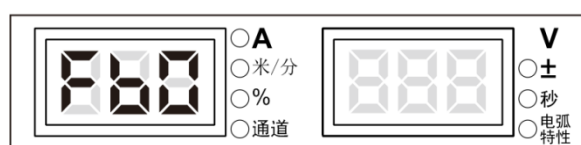

图 3-40 FB0 显示界面
1. 进入内部菜单，调节焊接电源面板旋钮至 **FB0**，数码管显示如图 3-40 所示。